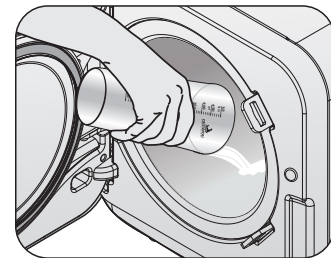

Fig. 7
- b► Abra a porta da autoclave, retire as bandejas e, usando o copo dosador, coloque a quantidade correta de **água destilada** diretamente na câmara (vaso de pressão) **antes** de cada ciclo (Fig. 7) de acordo com a tabela abaixo: